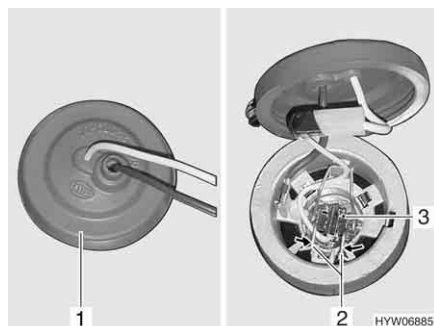

Fig. 261 Farol de nevoeiro
- Meta a mão por trás do farol de nevoeiro e puxe a tampa de borracha (Fig. 261,1) do capacete do farol.
- Comprima o arco de metal (Fig. 261,2) e mova-o para fora do suporte.
- Retire a lâmpada incandescente (Fig. 261,3) com o cabo para fora do capacete do farol.